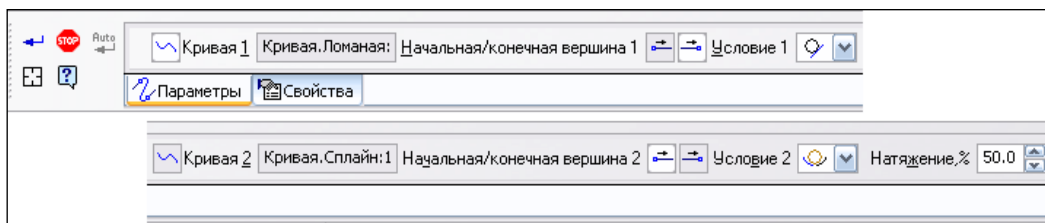

Рис. 6.19. Панель свойств команды **Соединение кривых**
- ◆ вызовите команду **Соединение кривых**  из панели инструментов **Пространственные кривые**. Если вы не отключите на Панели свойств команды **Соединение кривых** (рис. 6.19) кнопку **Автосоздание объекта** , расположенную на Панели специального управления, то после указания исходных кривых в окне модели или в Дереве модели система по умолчанию автоматически соединит кривые фантомом кривой. Вам для завершения операции достаточно будет нажать кнопку **Создать объект**;